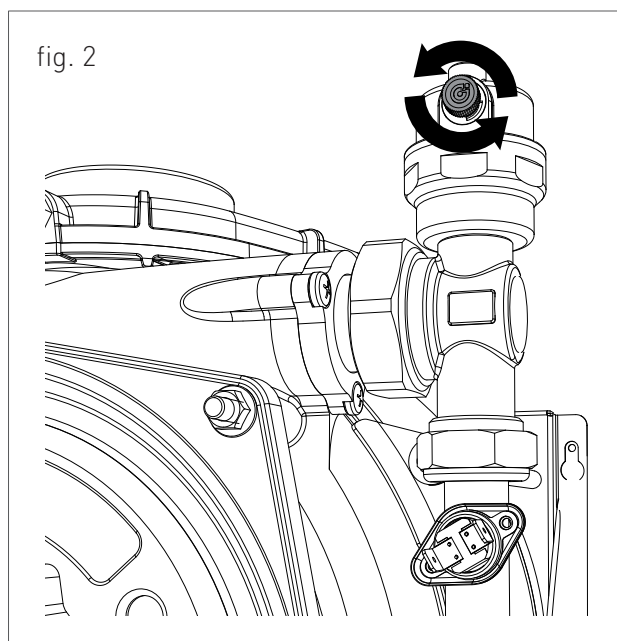

fig. 2
1. aflojar ligeramente el tapón del purgador situado en la parte superior de la cámara de combustión (fig. 2) para eliminar el aire de la parte superior del sistema;